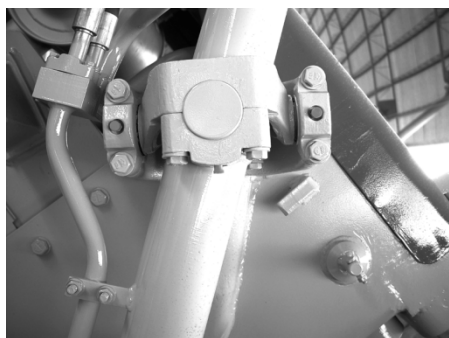

FIGURA 5-10
4. ENGRAXE O SUPORTE DO CILINDRO (VER A FIGURA 5-10) EM 4PONTOS.